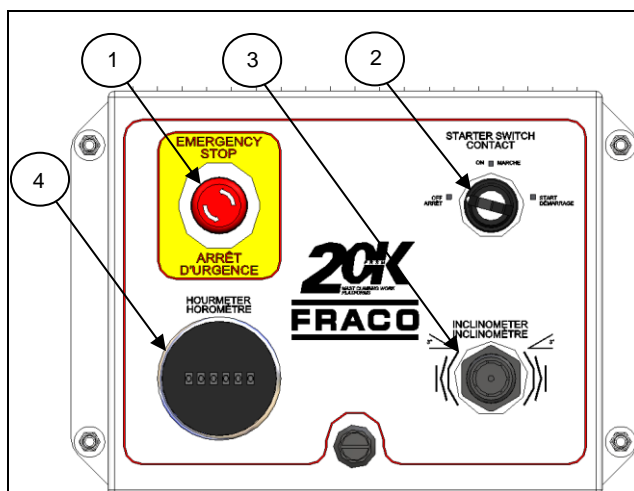

Figure 27 - Boîtier de contrôle FRSM-20K
- Toutes les charges susceptibles de glisser ou tomber de la plateforme doivent être sécurisées. Garder la plateforme libre de tous débris, déchets, neige, etc. Assurez-vous qu'aucun outil ou autre objet ne dépassent le périmètre extérieur de la plateforme limité par les madriers et garde-corps. En tout temps, vous pouvez arrêter le fonctionnement en appuyant sur le bouton d'**ARRÊT D'URGENCE** (voir Figure 27 et Figure 28 EN PAGE 28). En cas de bris ou de mauvais fonctionnement, immobilisez la plateforme.
- 2- Assurez-vous que le « bouton d'arrêt d'urgence » (voir Figure 27) est désengagé.
- 12- Tournez la clef de « CONTACT » (voir Figure 27) à la position de « DÉMARRAGE ».
- 2- Assurez-vous que le « Bouton d'arrêt d'urgence » (voir Figure 27) est désengagé.
- 8- Tournez la clef de « CONTACT » (voir Figure 27) à la position de « DÉMARRAGE ».
- En tout temps vous pouvez appuyer sur le « bouton d'arrêt d'urgence » (voir Figure 27). La plateforme s'arrêtera automatiquement.
Alarme de l'inclinomètre (voir Figure 27) :
Le « **Bouton d'arrêt d'urgence** » (voir Figure 27) peut être utilisé à n'importe quel moment où l'opérateur juge que la situation le justifie.